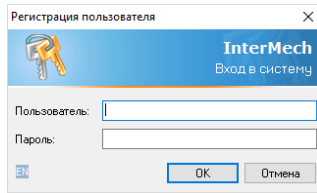

Рисунок 1.2 – Вікно входу в систему
2. Завантажте модуль **Search**. Увійдіть у систему, використовуючи логін та пароль, виданий викладачем (рис. 1.2).